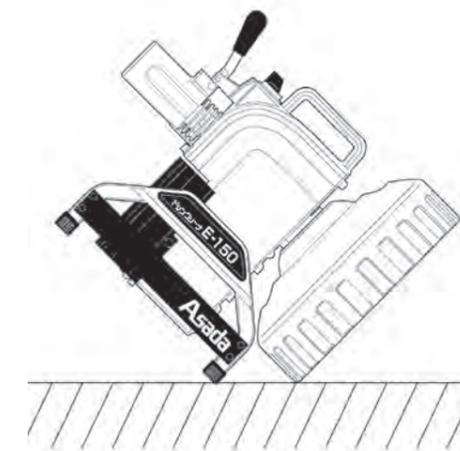
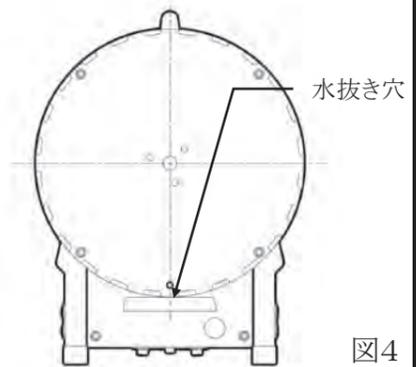

図5
図4
- ①モータが回転しているときに、ワイヤがねじれそうになったり、ねじれてしまった場合は、ただちにスイッチをOFFにしてください。そのまま回転させるとワイヤが破損し、ケガの原因になります。
- ②使用前、使用後はワイヤケースの水抜き穴を下にして(図4)機械を傾け(図5)、ワイヤケースの水を抜いてください。そのまま使用するとワイヤケースからの水の飛び散り、ワイヤの錆の原因になります。